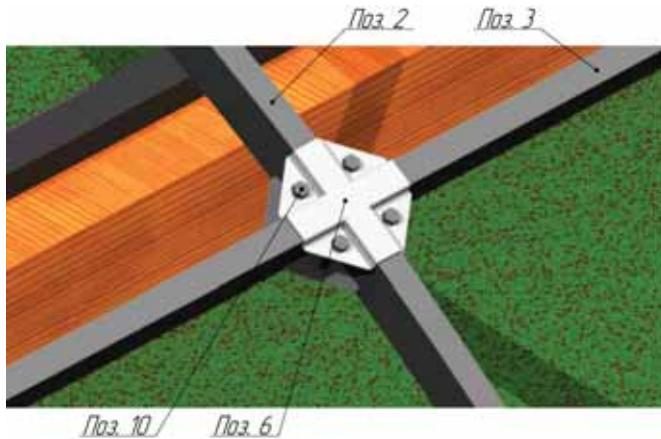

Рис. 8. Монтаж крепления-спайдер «Х-образного»
6. Закрепить на дугу (Поз.2) крепление-спайдер «Х-образный» (Поз.6) (не затягивать) (рис.8).